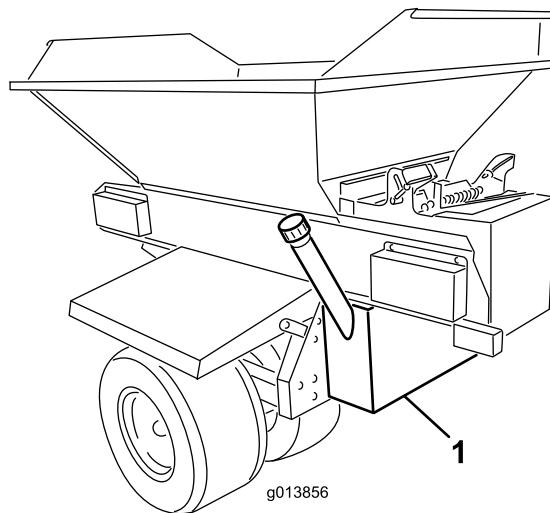

図1
4. 油圧タンクを下から支えながら、タンクをプロパスのシャーシの後壁に取り付ける。タンクが左右方向の中央にあり、また垂直に載っていることを確認する（図1）。